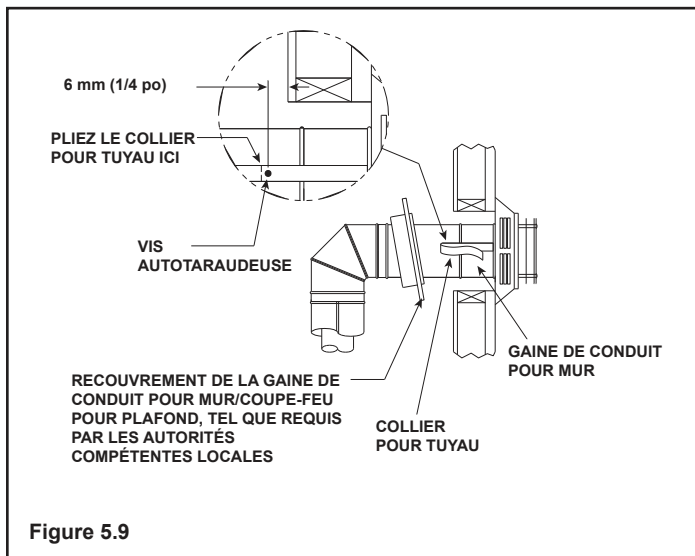

Figure 5.9
11. Placez la gaine de conduit pour mur sur le conduit et rapprochez le poêle et le conduit du mur, en insérant prudemment le conduit dans l'abat-vent. Le conduit d'évacuation doit pénétrer dans l'abat-vent de conduit d'évacuation d'une distance suffisante pour obtenir un chevauchement d'au moins 32 mm (1-1/4 po). Attachez le conduit à l'abat-vent au moyen de deux bandes métalliques s'étendant de l'abat-vent du conduit de fumée au mur extérieur. Utilisez les deux vis à tête fournies pour fixer les bandes à la section de conduit (voir figure 5.9).